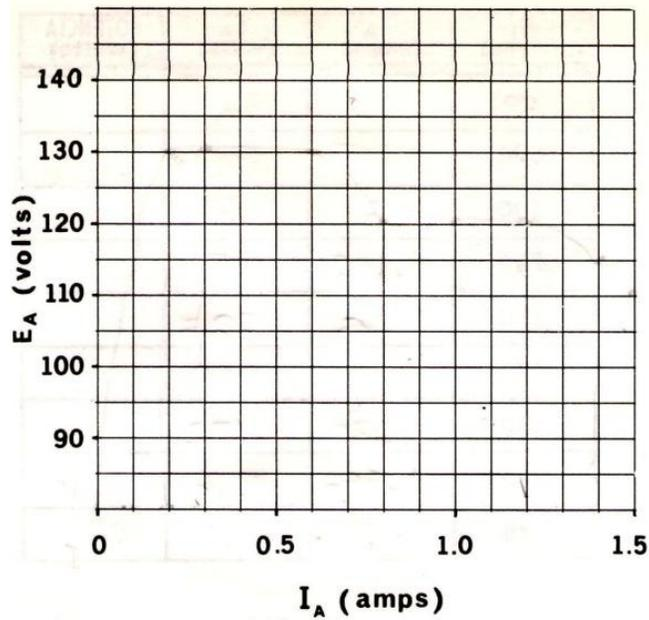

Figura 6-5.
4. En la Figura 6-5 trace la gráfica de la característica de carga E_A en función de I_A . Use los datos obtenidos en la Tabla 6-2.